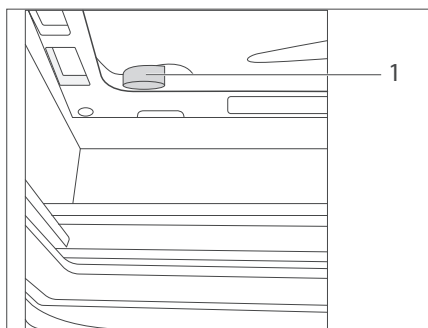

Bild 23 Verriegelung (Abb. ähnlich)
Dachhaube öffnen: ■ Den Verriegelungshebel (Bild 23,1) nach vorne schieben.
■ Den Verriegelungshebel (Bild 23,1) nach hinten schieben.